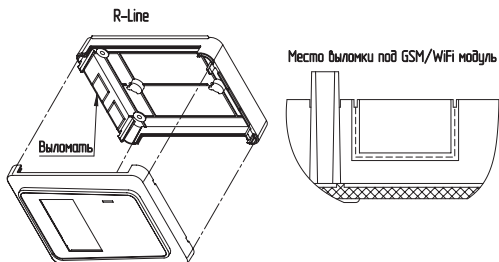

Рис.2 Подключение модуля GSM/WiFi к платам управления котлов R-Line
4. Выломать соответствующую заглушку (см.Рис.2) на нижней части контроллера;
5. Установить SIM-карту (поз.4 Рис.2) в модуль GSM/WiFi до упора, как показано на Рис.2 и на наклейке модуля GSM/WiFi;
6. Подключить плату управления модуля GSM/WiFi (поз.2 Рис.2) к контроллеру R-Line при помощи кабеля (поз.5 Рис.2) к разъёму X3 контроллера как показано на рисунке 2;
7. Подключить антенну (поз.3 Рис.2) в соответствующий разъём (поз.7 Рис.2);
8. Установить модуль GSM/WiFi (поз.2 Рис.2) на контроллер в соответствии с Рис.2, зафиксировав его крепежами (поз.6 Рис.2);